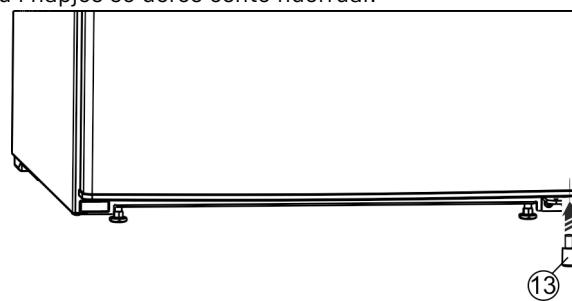

Fig. 26 *
- Vendosni përsëri në vend pjesën distancuese Fig. 26 (13) djathtas poshtë në derë, sepse është e rëndësishme për qëndrueshmërinë e pajisjes.*